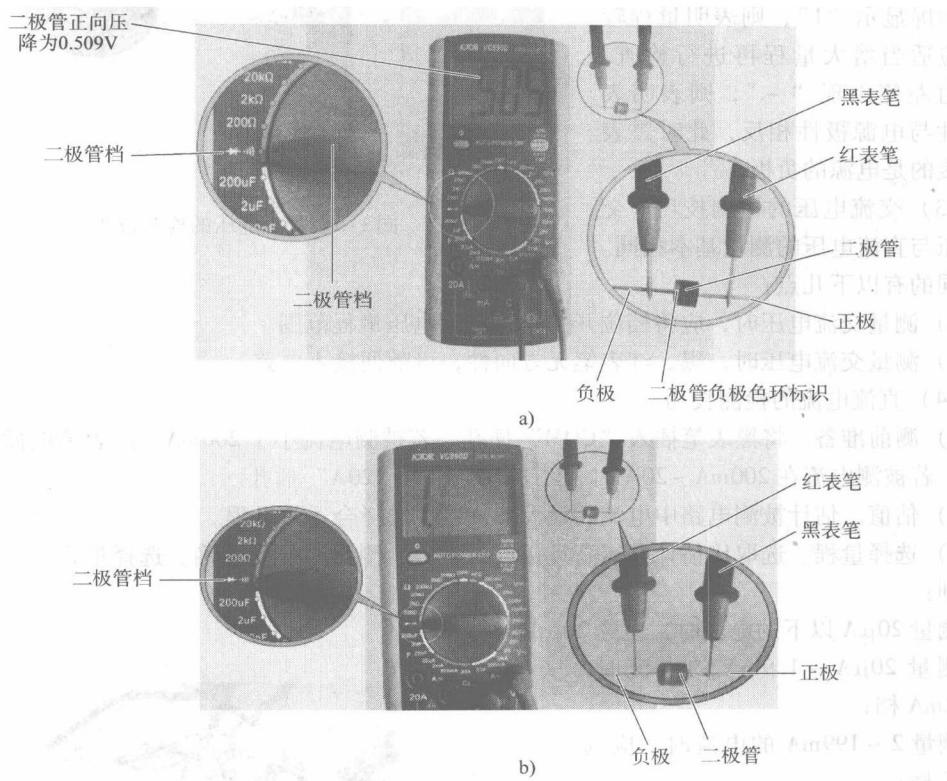

图1-7 二极管的检测技巧
3) 测量。将黑、红表笔分别接到被测二极管的引脚上，此时万用表显示屏将显示一定数值，若显示“505”，即正向导通电压为505V，黑表笔所接的引脚为万用表的负极。将黑、红表笔对调后，显示屏显示数字“1”。由此判定，在显示屏显示数字“1”时，黑表笔所接引脚为二极管的负极，红表笔所接引脚为二极管的正极，检测技巧如图1-7所示。